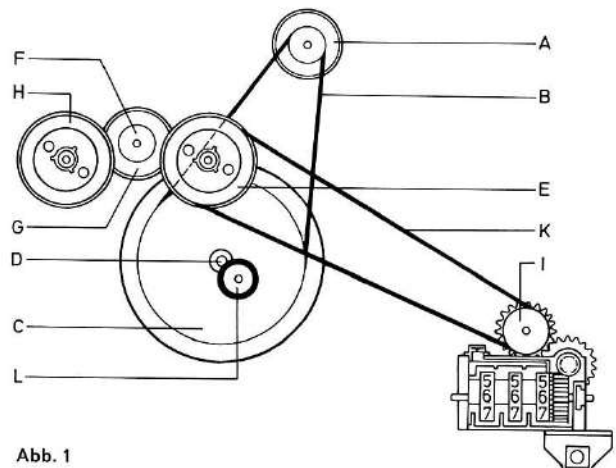

Abb. 1
1.3 Arbeitsweise des 2-Motoren-Laufwerkes (s. Abb. 1)